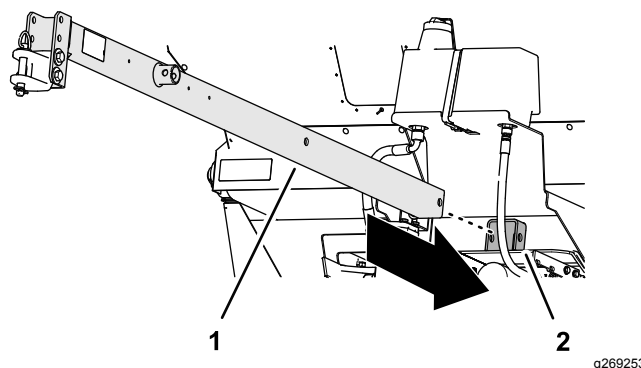

Figura 3
1. Inserite il timone attraverso il tubo ricevente anteriore, il telaio della macchina e il tubo ricevente posteriore (Figura 3).